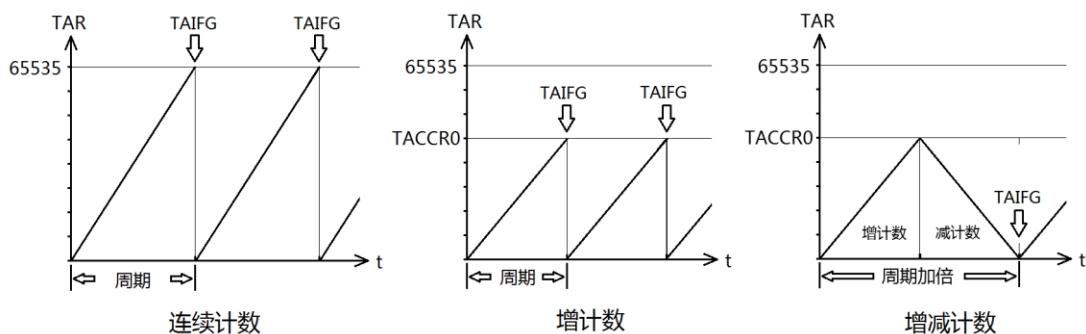

图 6.5 各种计数模式下主定时器中断 TAIFG 时刻
- 3) 各种计数模式何时触发中断 TAIFG (Timer_A Interrupt Flag) 呢? 如图 6.5 所示, 连续计数在 $0xFFFF \rightarrow 0$ 时刻; 增计数在 $TACCR0 \rightarrow 0$ 时刻; 增减计数模式是在减计数的 $0x0001 \rightarrow 0x0000$ 时刻。